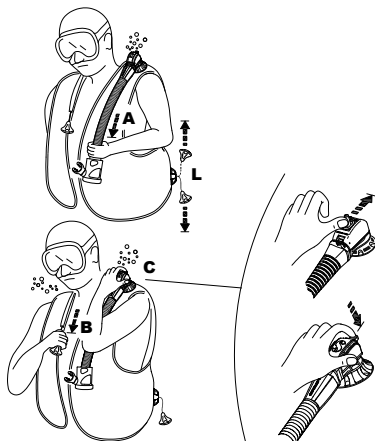

図 7
- a) ホースアセンブリをそっと引きます(図7-A)。ホースアセンブリを引くときに、過剰な圧力は不要です。バルブの可動範囲は限られており、強く引いてもエアの流量は増えません。マニュアルダンプバルブを閉じるには、下向きに引くのを止め、リリースします。
- b) バルブケーシングから突き出たボタンを押します(図7-C)(特許取得):このシステムは、(パニック、初心者ダイバー、意識消失などの)問題を抱えた他のダイバーのエアをパージするときにも便利です。
- スキューバプロ・デュアルマニュアルダンプは安全なハンドボタンを有しているため、ボタンを押せばエアが排出されます(図7-C)。マニュアルダンプシステムの故障(ケーブルやピンの破損等)やAIR2で呼吸中の障害にも備えています。
肩バルブ(図7-B)
右肩にバルブがある場合には、バルブへつながっているひもの先端に付いているノブを静かに引っ張ることでバルブを作動させることができます(図7-B)。どちら側のダンプバルブを操作するにも、BC内のエアよりも高い位置にバルブを持ち上げててください。求める浮力量に到達するまでダンプバルブを作動してください。引くこと/押すことをストップしてバルブを閉じてください。(図7-B)。
下部ダンプバルブ(図7-L)
ガス流量が最も大きい排気装置は、肩バルブ(図7-B)および下部ダンプバルブ(図7-L)です。